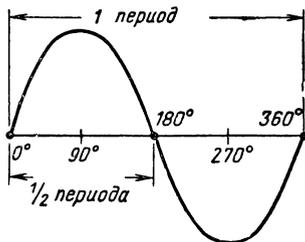

Рис. III.23. Форма волны переменного тока.
**Форма волны переменного тока.** Работу генератора переменного тока можно проиллюстрировать с помощью графика (рис. III.23), изображающего форму волны переменного тока. При вращении якоря между полюсами магнита ток сначала возрастает до максимальной величины (якорь повернут на  $90^\circ$ ), а затем спадает до нуля (якорь повернут на  $180^\circ$ ), чем завершается первый полупериод волны тока. Когда якорь пройдет это положение и начнет поворачиваться дальше, ток будет последовательно принимать те же значения, что и в первом полупериоде, однако его направление (полярность) будет противоположным. Это объясняется тем, что во втором полупериоде катушка якоря пересекает магнитные силовые линии в противоположном направлении. На графике это показано полуволной, расположенной ниже осевой линии.